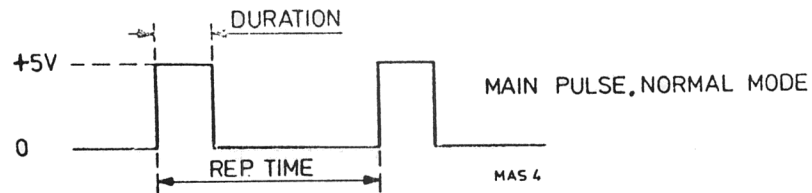

Abb. VI-1. Hauptimpulse, Normalbetrieb
- Nach Anschluß eines Oszilloskops an den Ausgang PULSE OUT über einen Widerstand von $50\ \Omega$ läßt sich ein Impuls nach Abb. VI-1 beobachten.